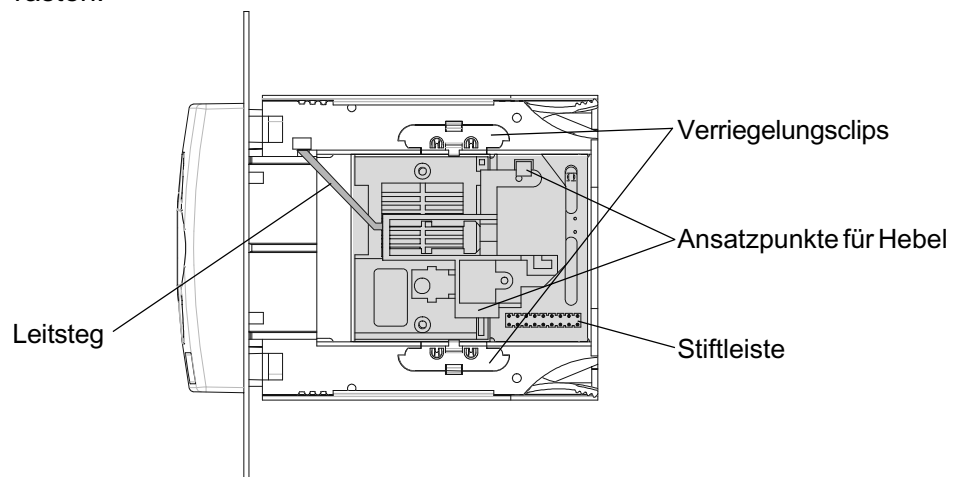

Abb. 6: Unterseite des Kartenkontaktiermoduls
4. Mit Hilfe eines Schlitzschraubendrehers das Kartenkontaktiermodul durch Hebelwirkung an den in Abb. 6 markierten Ansatzpunkten von der Steuereinheit trennen und nach unten herausziehen.